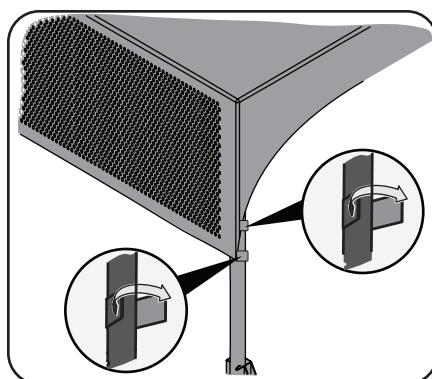

Figure 3-14
4. Attachez la courroie de Velcro afin de fixer le pare-soleil au cadre comme montré à la Figure 3-14.